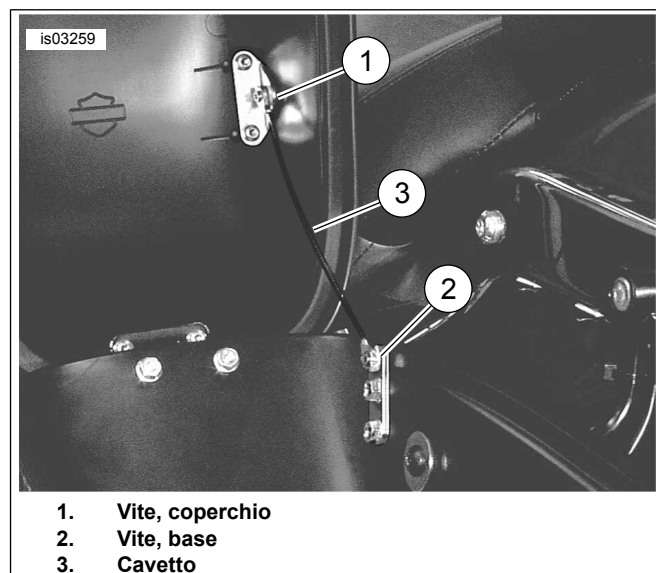
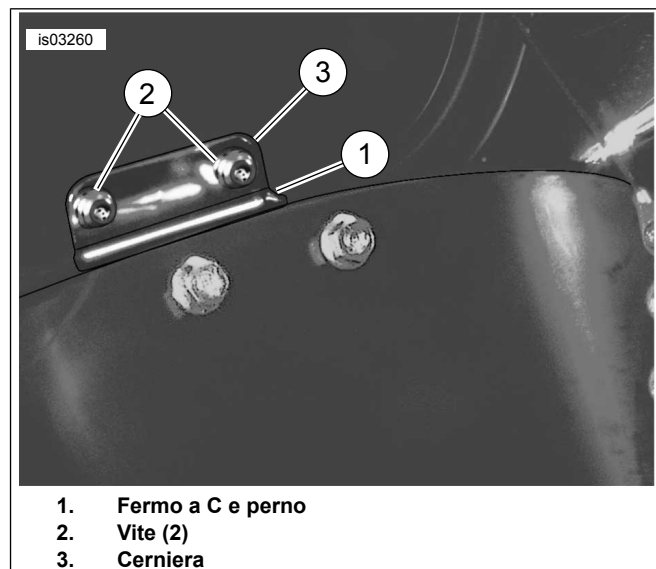
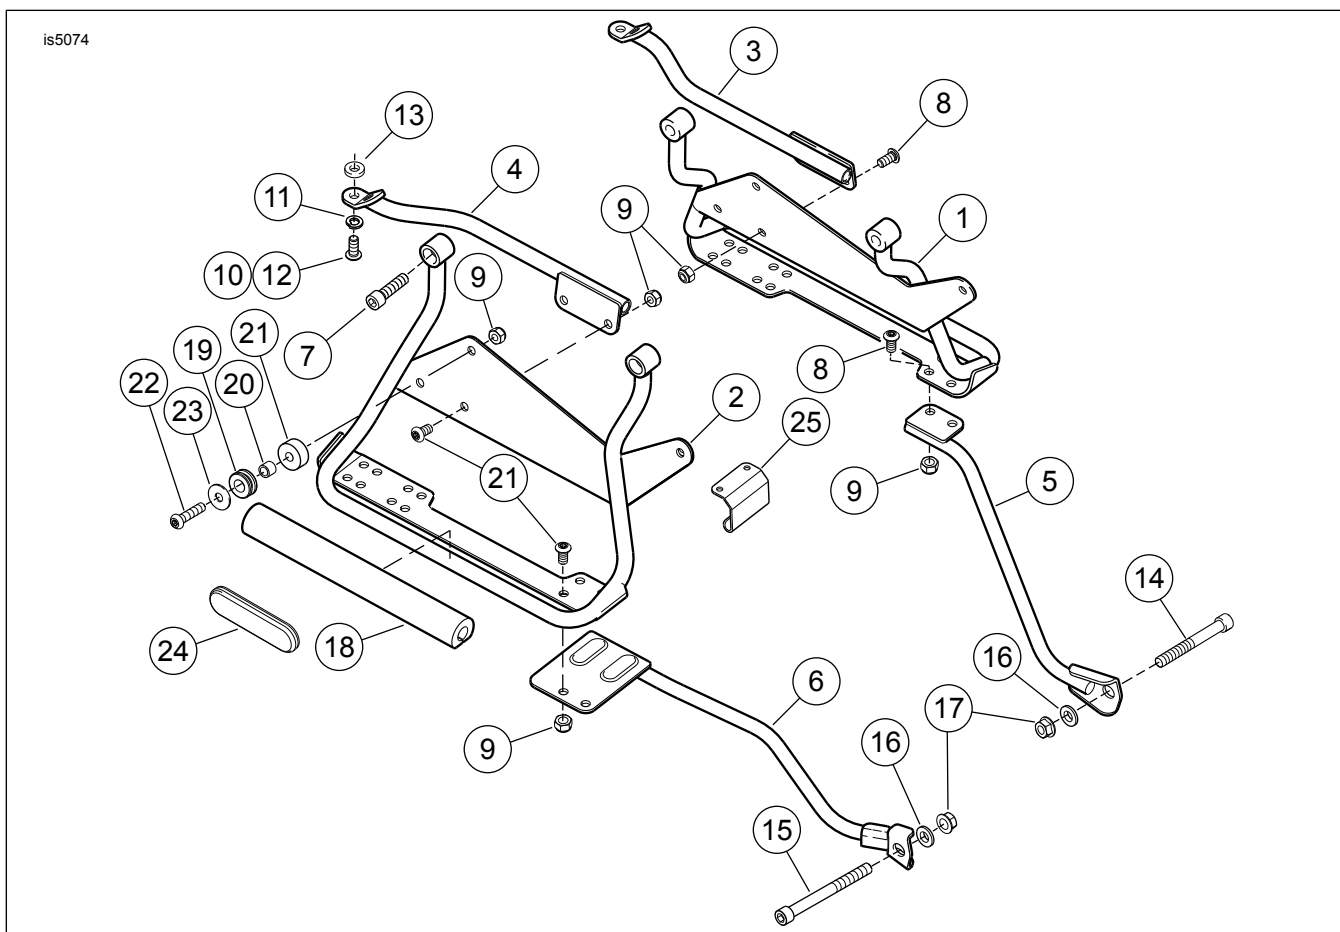

Figura 16. Rimozione del cavetto
Figura 17. Rimozione della cerniera
Figura 18. Parti di ricambio: kit staffa della borsa portapacchi (88205-07A) e kit bulloneria (88208-07A)
Quando si installa il sostegno della pedalina poggipiedi di sinistra, usare il bullone da 3 pollici (Figura 18, elemento 14). Quando si installa il sostegno della pedalina poggipiedi di destra, usare il bullone da 4-1/2 pollici (Figura 18, elemento 15).
1. Vedere Figura 18. Installare due viti (8) attraverso gli ancoraggi di sostegno della borsa portapacchi (1, 2) e nella staffa di sostegno anteriore (5, 6). Fissare con i dadi (9). Serrare i dadi ad una coppia di 13,1 N·m (120 in-lbs).
2. Serrare i dadi (17) sulla staffa di sostegno anteriore ad una coppia di 34–41 N·m (25–30 ft-lbs).
3. Installare l'isolatore di gomma (18) sugli ancoraggi di sostegno della borsa portapacchi (1 e 2) con il lato "piatto" rivolto in basso.
4. Vedere Figura 18. Inserire la vite (22) e la rondella (23) dal fianco della borsa portapacchi attraverso il distanziale (20). Quindi montare il dado (9) e serrarlo a mano.
1. Vedere Figura 16. Togliere le viti (1, 2) che fissano il cavetto al coperchio e alla base della borsa portapacchi.
2. Staccare il cavetto (3) dalla borsa portapacchi.
3. Vedere Figura 17. Togliere dalla cerniera e conservare il fermo a C e il perno (1). Staccare il coperchio dalla borsa portapacchi.
4. Estrarre e conservare le due viti (2) che fissano la cerniera al coperchio della borsa portapacchi.
5. Far scorrere fuori la cerniera (3) da sotto la guarnizione di tenuta di gomma.
6. Vedere Figura 18. Fare scorrere la cerniera (25) sotto la guarnizione di tenuta di gomma e fissarla parzialmente al coperchio della borsa portapacchi con le viti (Figura 17, elemento 2) estratte in precedenza. Serrare le viti a fondo.
7. Vedere Figura 17. Inserire il perno nella cerniera e fissarlo con il fermo a C.